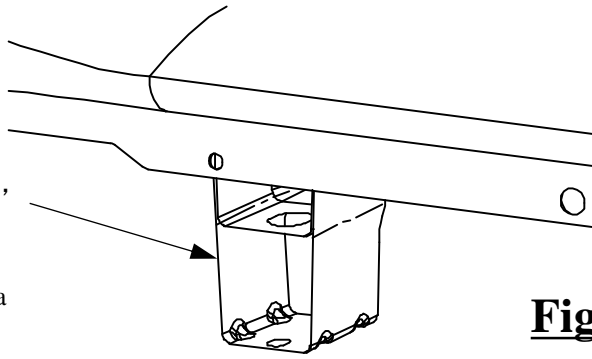

Figura 2
3. En cajas de vehículos de 6.5' únicamente y usando una sierra recíprocante, recorte la extensión unida a las vigas de apoyo de la caja del vehículo y que está montada en el bastidor del vehículo. (Ver Figura 2) Esto asegurará que los soportes del bastidor (2) y (3) se puedan montar en el exterior del bastidor de vehículo. Nota: Esta no es una parte estructural de la caja del vehículo y sólo es usada por el fabricante durante el ensamble.